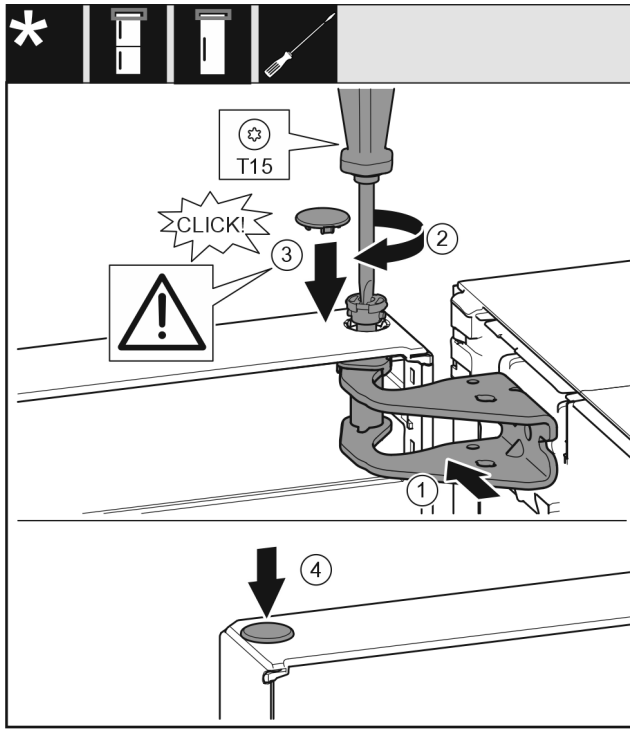

Fig. 20
- ▶ Kohdista ovi ylhäältä laakeripukin aukkoon. Fig. 20 (1)
- ▶ Aseta pultti paikalleen ja kiristä se T15-ruuveimeisellä. Fig. 20 (2)
- ▶ Suojakannen kiinnittäminen oven suojaksi: Aseta suojakansi paikalleen ja varmista, että se on tiukasti ovea vasten. Muussa tapauksessa pultti on työnnettävä kokonaan sisään. Fig. 20 (3)
- ▶ Kiinnitä nasta. Fig. 20 (4)